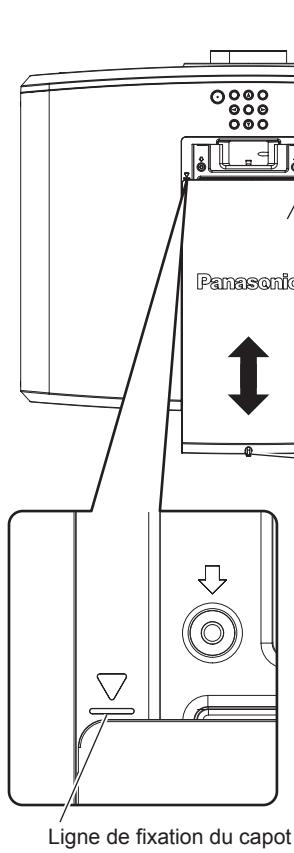

Fig. 1
2) Retirez le capot coulissant supérieur. (Fig. 1)